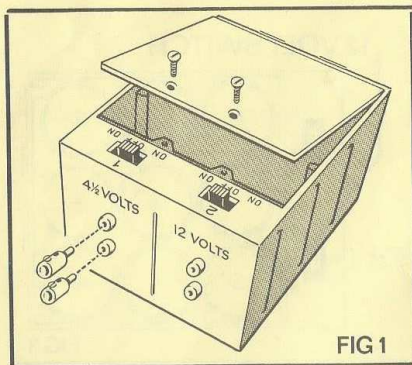

FIG 1
1. Die beiden Schrauben auf der Oberseite des Kastens lösen und Deckel entfernen (Abb. 1)
1. Skruva ur de 2 skruvarna överst på dosan och tag av locket (Fig.1.)